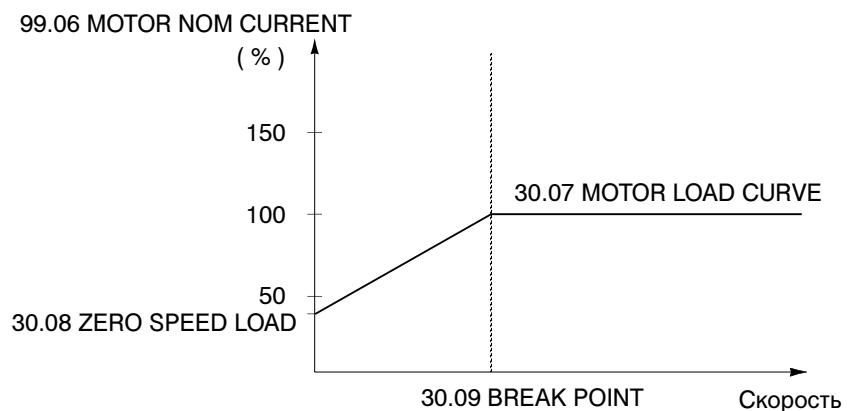

Рис. 6-19. Кривая нагрузки электродвигателя
- Нагрев электродвигателя вычисляется на основании кривой нагрузки (см. Рис. 6-19.). Электродвигатель нагревается при работе в области выше кривой нагрузки и остывает при работе в области ниже этой кривой. Скорость нагрева и охлаждения устанавливается параметром 30.06 MOTOR THERM TIME.
30.09 BREAK POINT Этот параметр определяет точку, в которой кривая нагрузки электродвигателя начинает спадать от максимального значения (параметр 30.07 MOTOR LOAD CURVE) к значению при нулевой скорости (параметр 30.08 ZERO SPEED LOAD). Пример кривой нагрузки электродвигателя приведен на Рис. 6-19.